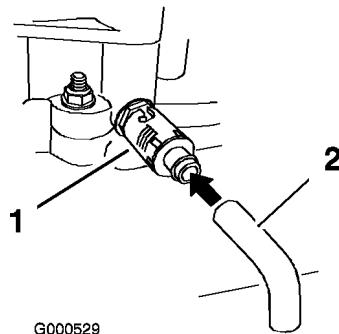

Figure 26
- Placez un bac sous le flexible de vidange. Tournez le robinet de vidange d'huile pour permettre à l'huile de s'écouler (Figure 26).
- Enlevez le flexible de vidange (Figure 26).